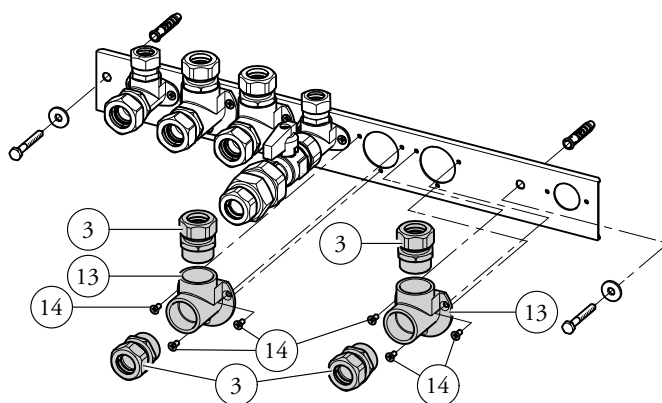

Fig. 1
- Montare i tappi da 3/4" (1) con relative guarnizioni (2) sui raccordi rimasti liberi dei tubi di collegamento serpentino superiore.
- Collegare ora i tubi (4,6,7 e 8) presenti nel kit come riportato in fig. 1 ricordandosi di inserire nella giunzione dei tubi (6 e 7) la valvola unidirezionale solare (9), accertando che abbia la freccia rivolta verso il basso, e ricordando inoltre di interporre le guarnizioni (2) presenti all'interno del kit tra le varie giunzioni dei tubi.